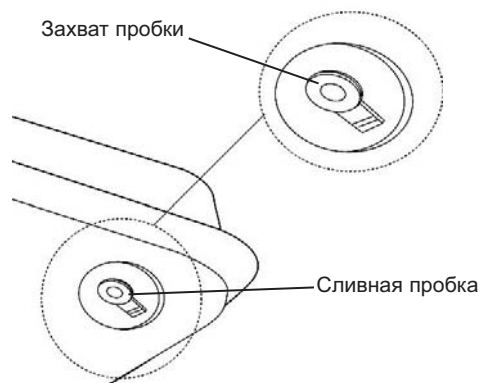

Рисунок 11. Извлечение сливной пробки
2. Чтобы извлечь сливную пробку (125/175/215), потяните вниз захват пробки и извлеките уплотнительную головку из сливного отверстия в баке (см. рис. 11).